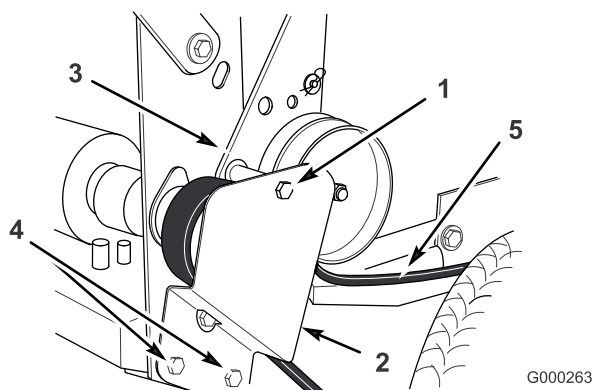

Figura 42
2. Retire o parafuso superior que prende o apoio intermédio e o suporte intermédio à estrutura traseira (Figura 42).
3. Desaperte os dois parafusos de montagem inferiores o suficiente para permitir à correia passar entre a polia da transmissão e o apoio intermédio (Figura 42).
6. Instale o parafuso superior que prende o apoio intermédio e o suporte intermédio à estrutura traseira (Figura 42).
7. Aperte os dois parafusos de montagem inferiores o suficiente para permitir à correia passar entre a polia da transmissão e o apoio intermédio (Figura 42).